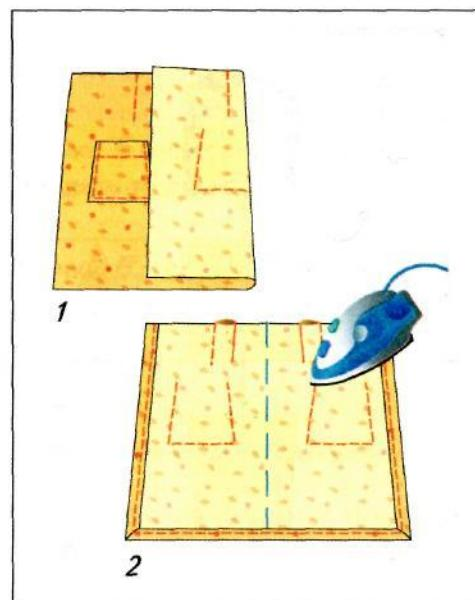

Рис. 36. Образование складки
1. Сложи складки по линии середины лицевой стороны внутрь, совмещая боковые линии друг с другом. Сметай (рис. 36, 1).
2. Заутюжь складки к линии середины основной детали фартука (рис. 36, 2).